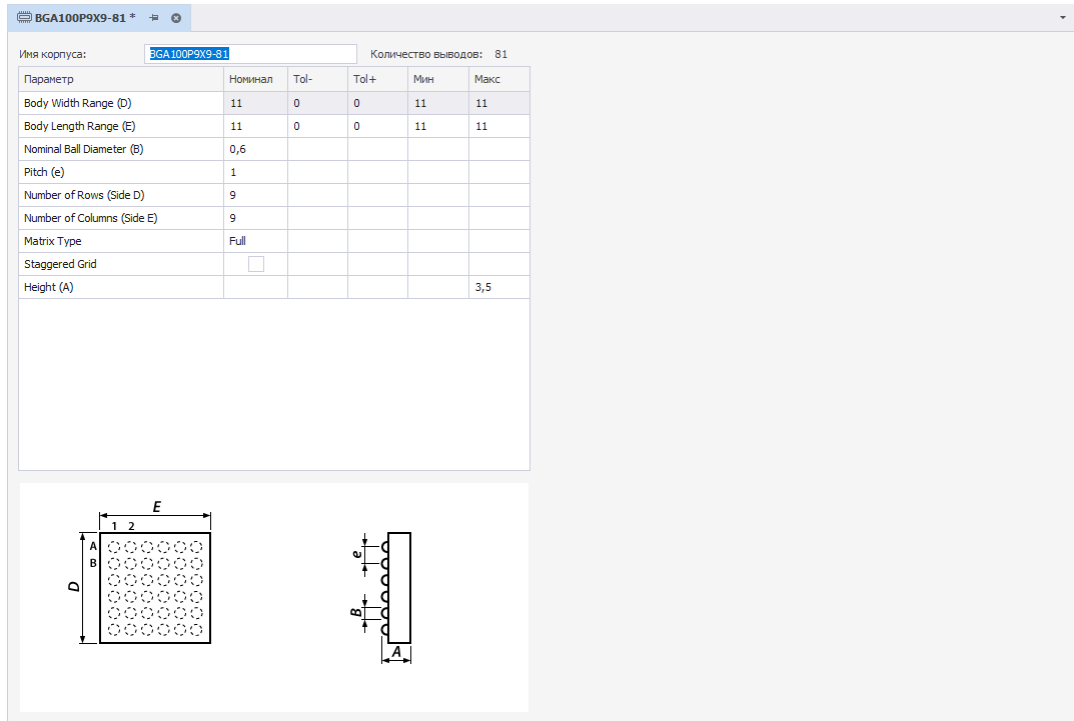

Рис. 85 Окно для заполнения параметров корпуса
3. Заполните необходимые параметры корпуса в открывшемся окне. Пример отображаемого окна показан на Рис. 85.